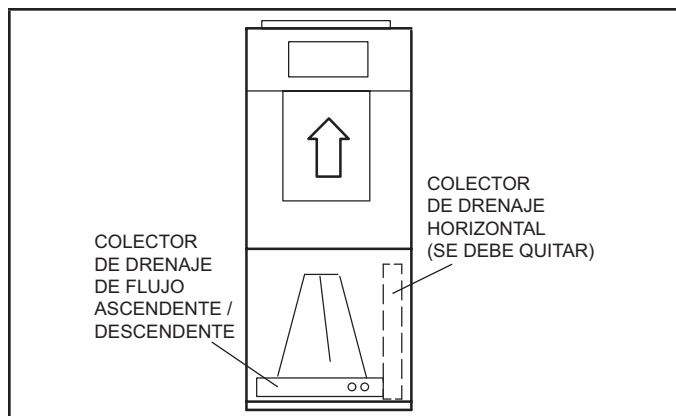

FIGURA 4. Configuración de flujo ascendente
- 4 - Después de quitar el colector de drenaje horizontal, coloque la unidad en el lugar deseado. Coloque la unidad de modo que quede nivelada. Conecte los plenos de aire de retorno y suministro con tornillos para láminas de metal como se muestra en la Figura 4.